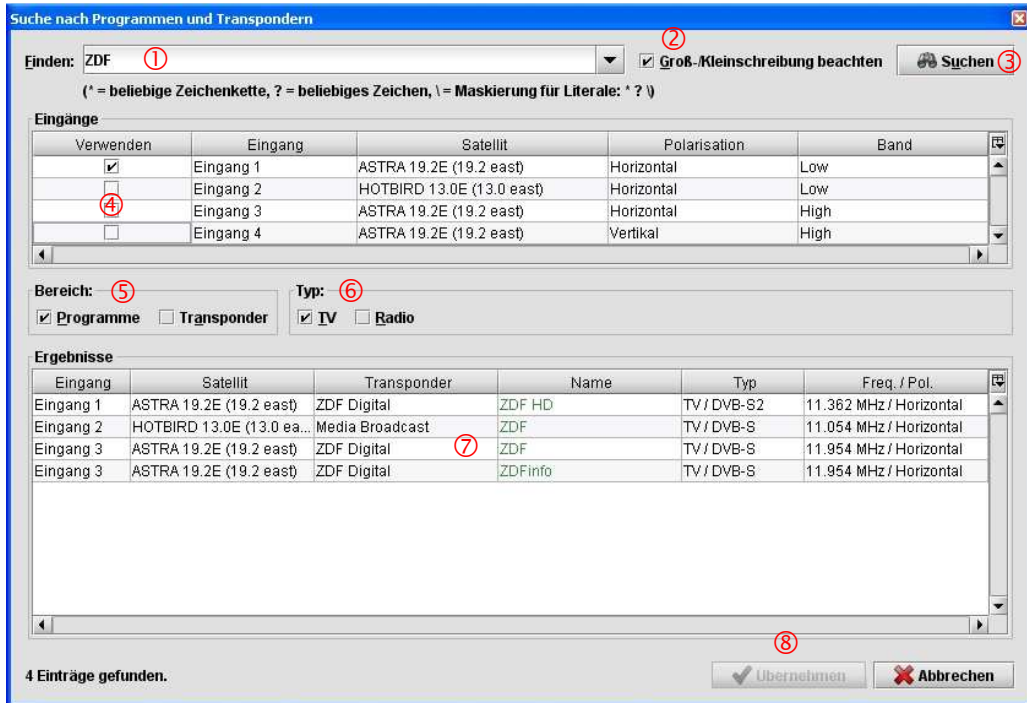

Abb. 8-5: Fenster **Suche nach Programmen und Transpondern**
- ⑦ Öffnet das Fenster zum Suchen nach Programmen und Transpondern; siehe Abb. 8-5, S. 36
- ⑧-⑩ Einstellbare Parameter²⁾ des in ⑥ gewählten Transponders.
- ⑪-⑮ Nicht einstellbare Eigenschaften des in ⑥ gewählten Transponders (nur Anzeige).